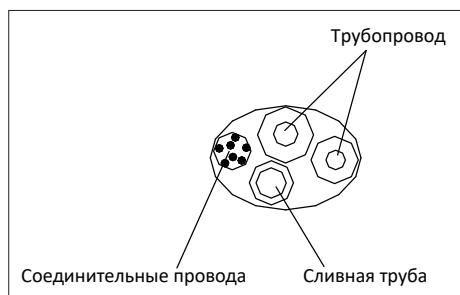

Рисунок 6
- Расположите соединительные трубы, кабель, дренажный шланг, как показано на рис. 6, а затем подсоедините дренажный шланг к сливному отверстию. Дренажный шланг должен быть пропущен под наклоном (вниз). Скрепите соединительные трубы, кабели и дренажный шланг вместе виниловой лентой. Обеспечьте достаточное пространство между дренажной трубой и землей. Не ставьте дренажную трубу в воду или канаву.